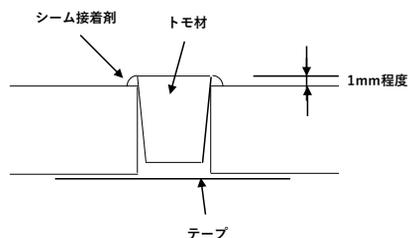

図3
- ・ エヌケーライト用ボンドを注入し、トモ材を埋め込みます。この時、接着剤がトモ材の全周に溢れ出ていることを確認してください。(図3)